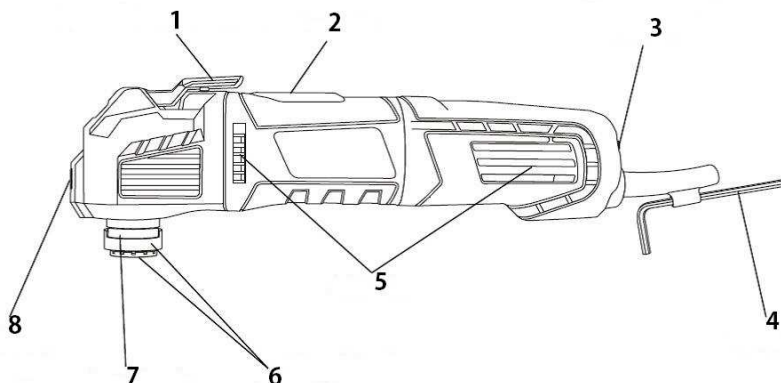

Рис. 1
### **ОПИСАНИЕ ИНСТРУМЕНТА (Рис.1)**
- Поднимите рычаг механизма высвобождения оснастки (1, рис.1).
- Вставьте полотно с прорезью в зажим для ножей с прорезью (7, рис.1). Убедитесь, что пазы инструмента совпали со штифтами зажима.
- Опустите рычаг механизма высвобождения оснастки (1, рис.1).
- Для снятия рабочего инструмента отвинтите шестигранным ключом (4, рис.1) фиксирующий винт (Рис.2) и снимите рабочий инструмент.
- Установите рабочий инструмент в зажим для ножей без прорези (6, рис.1).